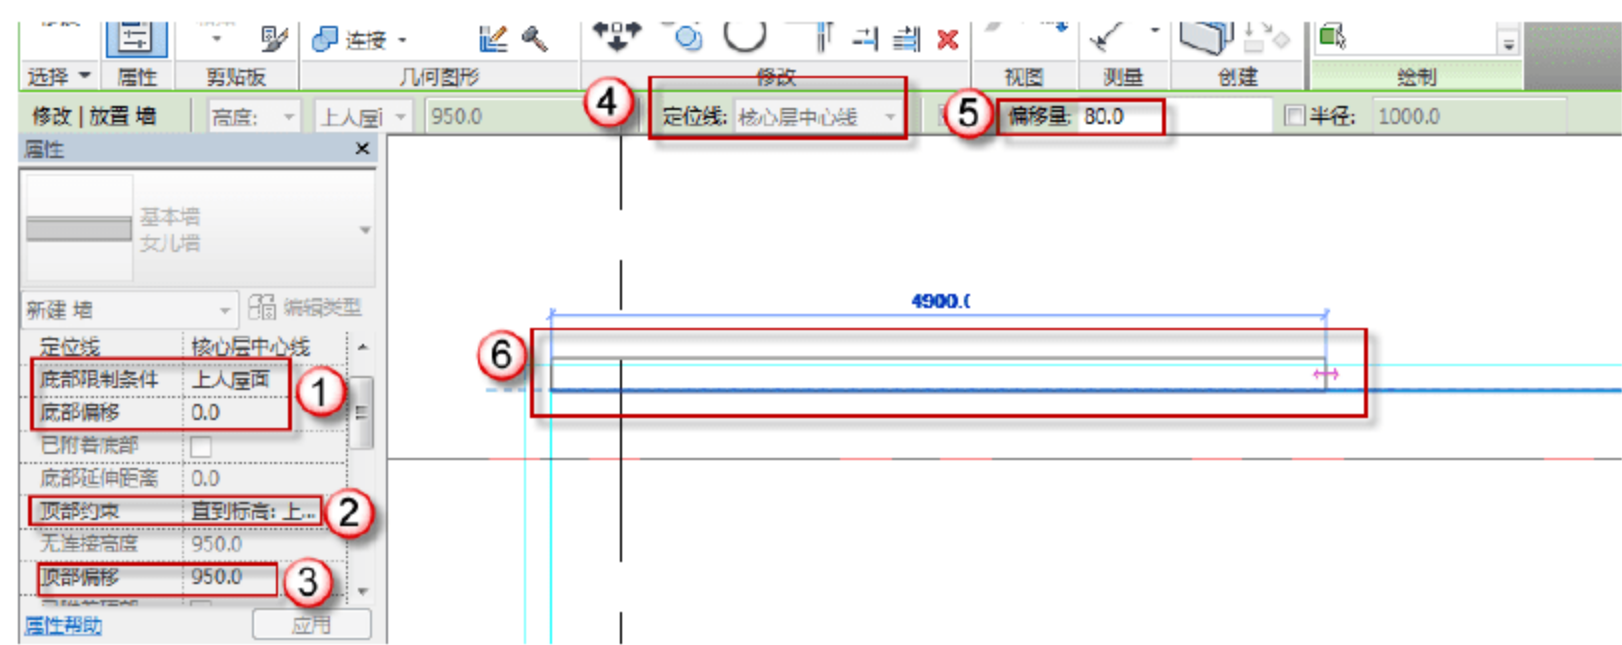

图 12.1.21 绘制女儿墙
(19) 绘制女儿墙。在“属性”面板中，将“底部限制条件”设为“上人屋面”，“底部偏移”设为“0”，“顶部约束”同样设为“直到标高：上人屋面”，“顶部偏移”为“950mm”，然后将“定位线”设为“核心层中心线”，“偏移量”设为“80mm”，然后绘制女儿墙，如图 12.1.21 所示。